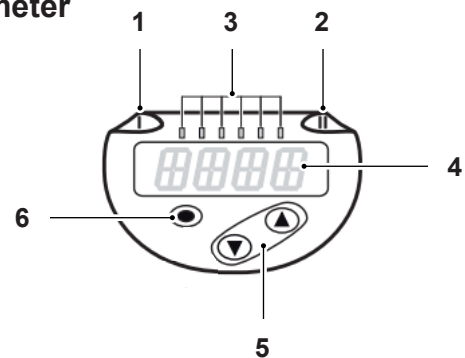

Fig. 6
1. Druk op de cirkelknop (#6 op Fig.6). Op het scherm staat nu "INI".
4. Houd de knop omlaag ingedrukt (linkerknop van de twee knoppen, #5 op Fig.6) en het display begint de verschillende modi te doorlopen. Laat de omlaag-knop los wanneer "LIQU" op het display verschijnt.
3. Druk op de knop omlaag (linkerknop van de twee knoppen, #5 op Fig.6) en blijf deze indrukken totdat "diA" op het display verschijnt.